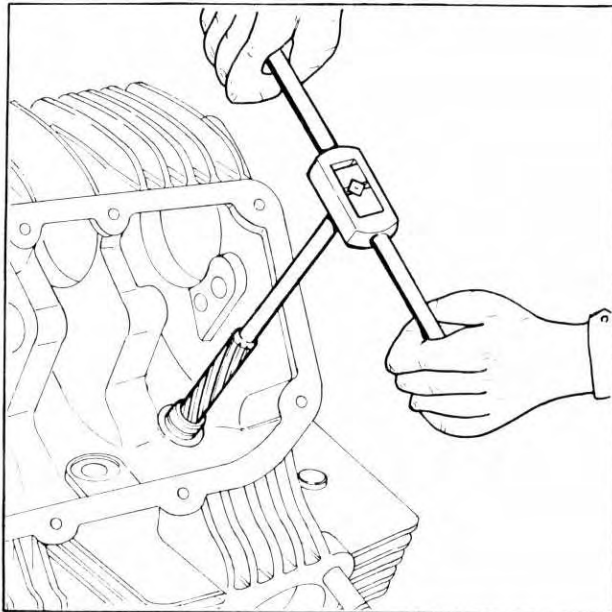

Fig. 53
- Dopo il piantaggio delle nuove guide, procedere alla alesatura del foro interno (fig. 53). L'alesatore (Ø 8 mm) va ruotato continuamente nello stesso senso e va estratto dalla guida mentre si continua a ruotarlo.
- After fitting new valve guides ream them to size, to establish the specified clearance with the valve stem, and to provide them with a proper surface finish (fig. 53). The reamer (Ø 8 mm) must be rotated always in the same direction. Go on rotating the reamer, when you remove it from the guide.